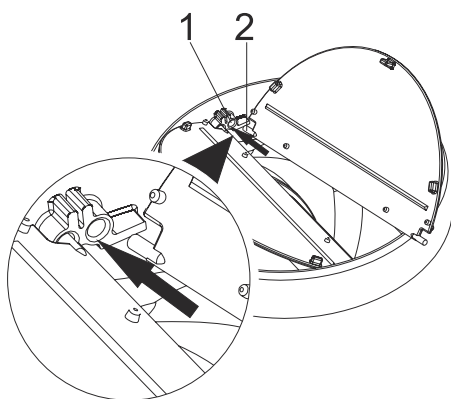

Fig. 9
- Sæt studs/pinden (Fig. 9 / 2) på klappen ind i hullet (Fig. 9 / 1) på motoren. Derefter monter den anden studs/pind i modsat side, man kan være nødsaget til at bøje en smule på klappen for at indsætte den i det andet hul (Fig. 9).